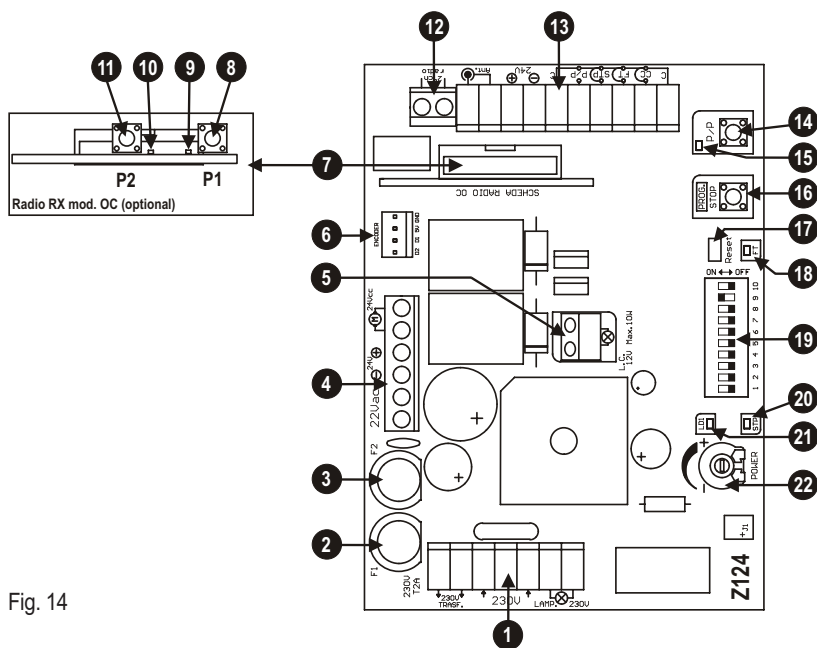

Fig. 14
E DESCRIPCIÓN DE LAS PIEZAS (fig. 14)
- 1) Manteniendo pulsado el botón PROG. haga un reajuste cortocircuitando con el destornillador el jump Reset (det. 17 de fig. 14).
- 9) Para volver al funcionamiento normal, realice un reajuste de la central (cortocircuite el conector, det. 17 de fig.14)
Durante la etapa de aprendizaje se accionará varias veces el botón P/P (det. 14 de la fig. 14), como alternativa se puede utilizar el mando P/P (borne 14, fig. 15), o bien el transmisor memorizado en el primer canal del receptor.
- **Lenta** si el dip 9 está en posición ON (det. 19 de fig. 14).
- 2) Manteniendo pulsado el botón PROG, realice un reajuste cortocircuitando el jump Reset con el destornillador (det. 17 de fig. 14).
- ✓ Si la central detiene el motor antes del cierre completo, repita la programación aumentando la potencia (det. 22 de fig. 14).